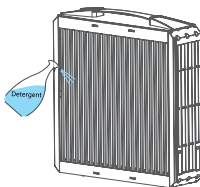

Figura 5
3. Coloque as placas coletoras num recipiente e use uma escova para limpar a estrutura metálica externa com água (figura 5).